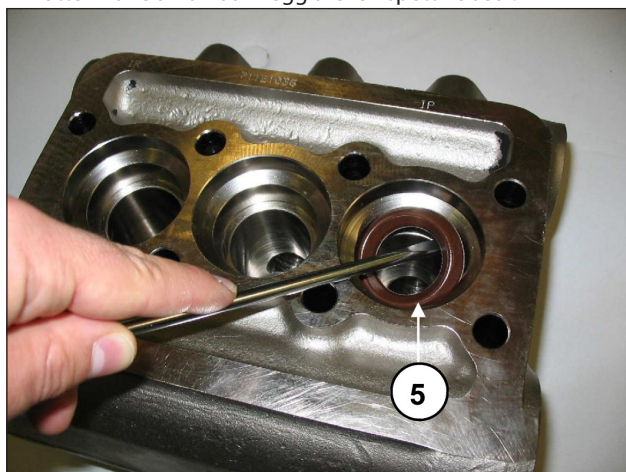

Fig. 21
C) Estrarre le tenute di alta pressione dalla testata e quelle di bassa pressione dal relativo supporto utilizzando semplici attrezzi come indicato in Fig. 21, pos. ⑤, facendo attenzione a non danneggiare le rispettive sedi.